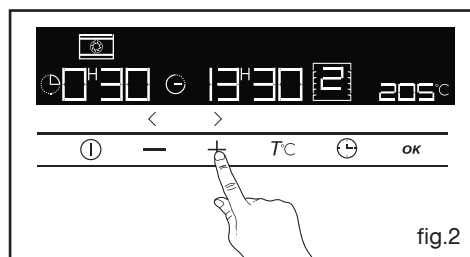

fig.2
- Le symbole minuterie  et 0m00s clignotent(fig.2).